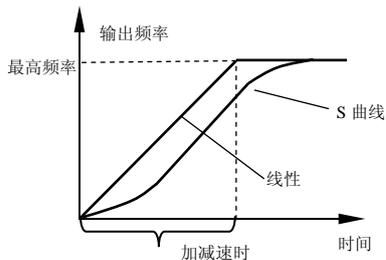

图 7-3 定义加减速积分时间、曲线
- ☞ 选择变频器的加速、减速积分曲线类型。参见图 7-3。